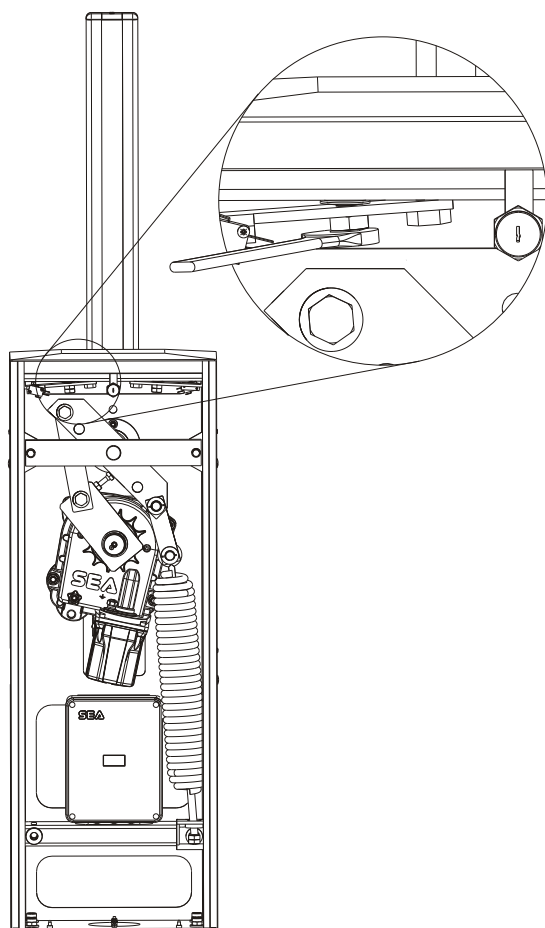

Abb. 14
- Endabgrenzungsschrauben durch Lösen der Muttern auf dem Endschalter entfernen (Abb. 14).
- Endabgrenzungsschrauben entsprechend anziehen oder lösen, damit sich der Schrankenbaum in exakt senkrechter Position beim Öffnen und in exakt waagrechter Position in Schließung befindet (Abb. 14).